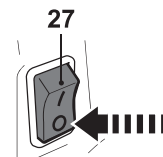

Fig. 27
1. Relâchez la gâchette (3) et laissez l'appareil tourner à vide pendant quelques instants.
2. Mettez l'interrupteur (27) sur « O » (arrêt) (Fig.27).